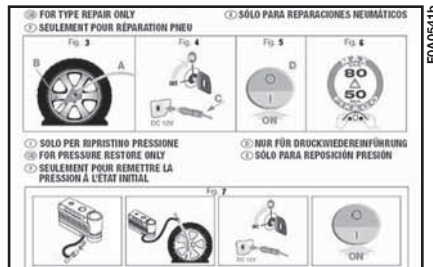

fig. 16b
– pieghevole informativo **fig. 16b**, utilizzato per un pronto uso corretto del kit di riparazione rapida e successivamente consegnato al personale che dovrà maneggiare il pneumatico trattato